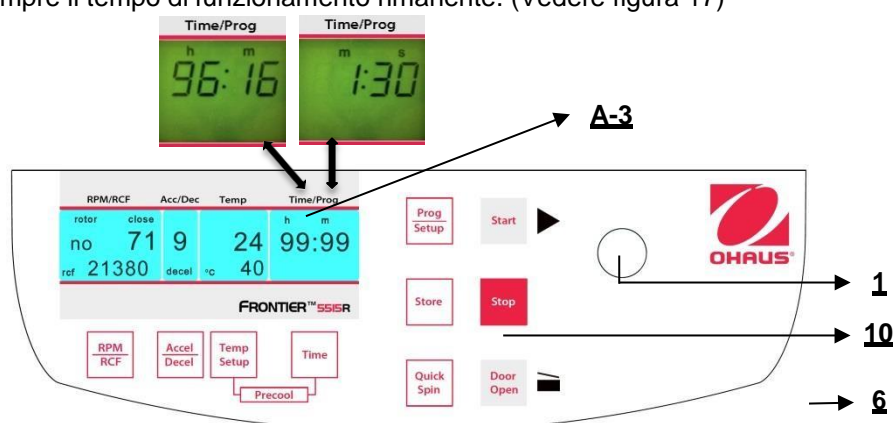

Figura 17
Per impostare il valore desiderato, utilizzare la manopola di regolazione (1). Dopo aver superato 59 minuti e 50 secondi, l'indicazione cambia automaticamente a "**h : m**". Dopo aver superato 99 ore 59 minuti, la parola "**cont.**" appare nel display "**Time/Prog**" (A-3). Il funzionamento continuo può essere interrotto solo mediante il tasto "**Stop**"(10). Il conteggio alla rovescia del tempo incomincia non appena si raggiunge la velocità impostata. Il display indica sempre il tempo di funzionamento rimanente. (Vedere figura 17)